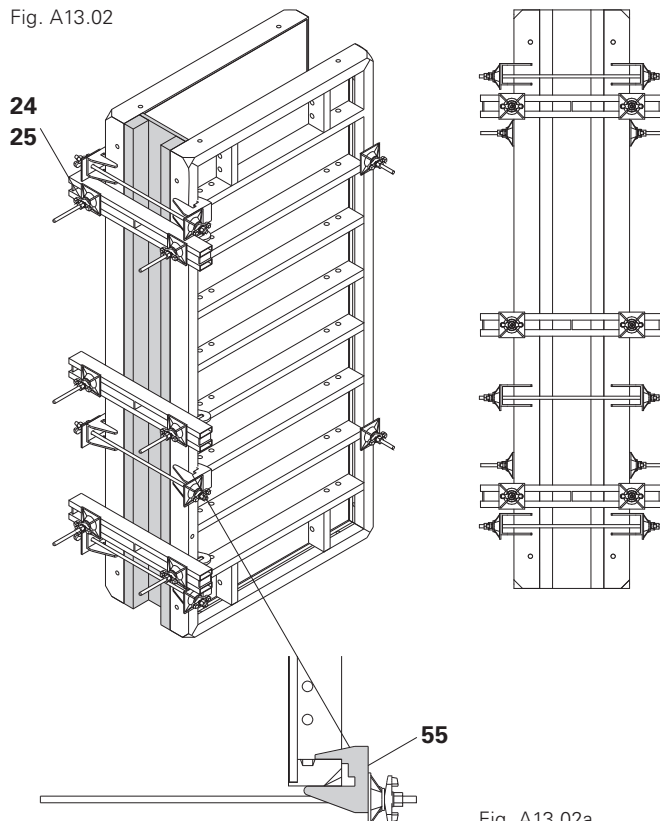

Fig. A13.02a
- 3 filières 85 (24)
- 6 ancrages d'about TS (25) avec plaque-écrou orientable DW 15
- 6 sabots d'ancrage AH (55) avec pièce de fermeture (Fig. A13.02a)
La pression de bétonnage provenant du coffrage d'about est transmise aux éléments TRIO à l'aide des ancrages d'about TRIO TS et des filières 85. (Fig. A13.02a)